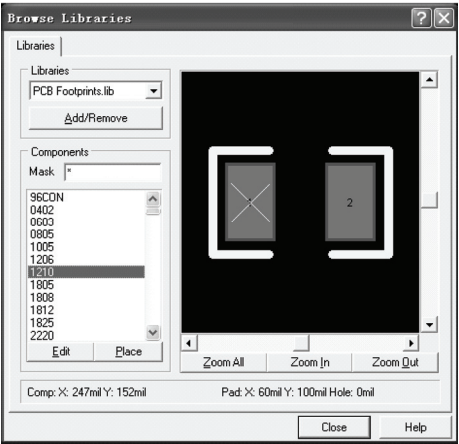

图 6-25 “Browse Libraries” 对话框
1) 首先选择 “Design” → “Browse Components” 命令, 执行该命令后, 系统会弹出 “Browse Libraries” 对话框, 如图 6-25 所示。